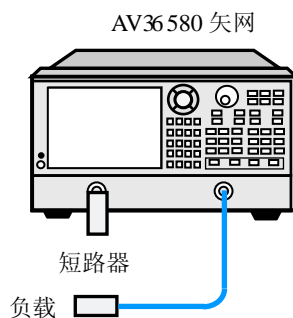

图 14-8 端口 1 校准后反射跟踪指标测试框图
- k) 如图 14-8 所示，在端口 1 连接短路器，测量端口 2 连接负载，设置“测量”参数为“S11”。